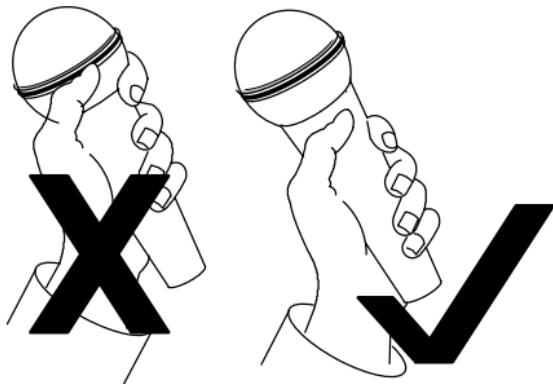

FIGURE 3 • ABBILDUNG 3 • FIGURA 3
8. Ne couvrir aucune partie du microphone avec la main (voir la Figure 3). Lorsque la grille est couverte, la courbe de directivité est déformée, ce qui accroît le risque de Larsen.
8. Keinen Teil des Grills mit der Hand verdecken (siehe Abbildung 3). Das Abdecken des Grills verzerrt das Polarmuster und erhöht das Rückkopplungsrisiko.